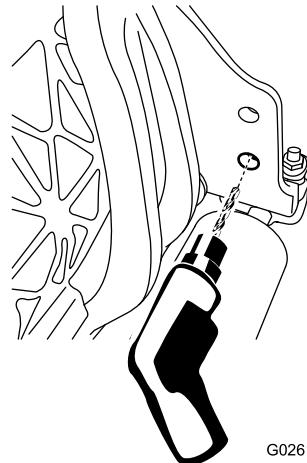

图4
1. 使用 9mm 钻头扩大滚刀组右侧上的下部孔 (图4)。